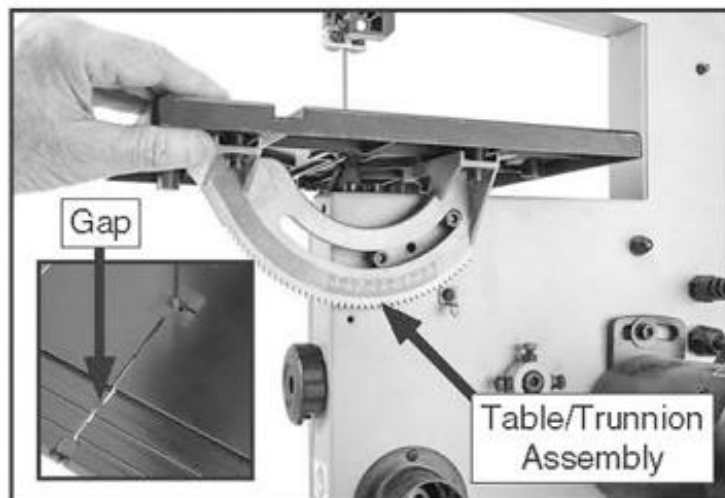

Рис. 13. Рабочий стол в сборе.
5. Используя зазор в столе (см. рис. 13), продвиньте стол через пильное полотно и поверните узел на 90°. Расположите узел так, как показано на рисунке 13.